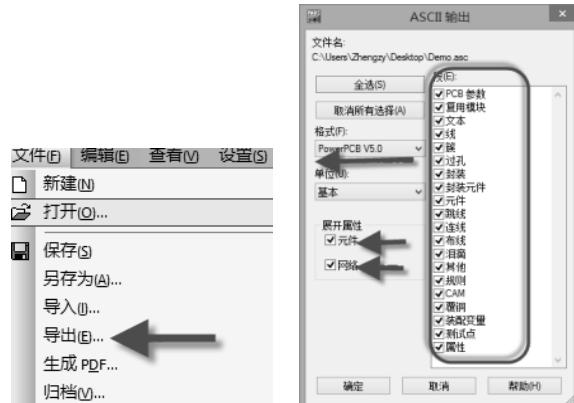

图 12-84 ASC 文件的导出
(1) 用 PADS 打开所需转换的 PCB，执行菜单命令“文件-导出”，导出 ASC 文件，如图 12-84 中左图所示。
(2) 导出设置时，全选所有元素进行输出，选择“PowerPCB V5.0”格式，并且勾选“展开属性”选项，保存好导出的 ASC 文件，如图 12-84 中右图所示。